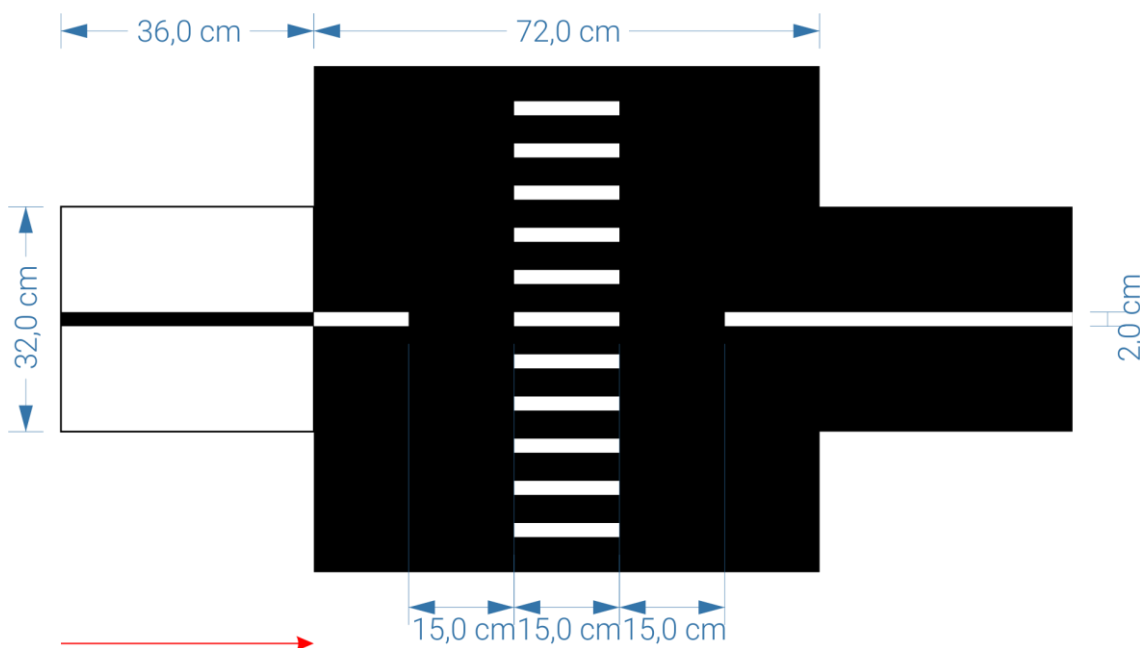

Figura 6. Faixa de pedestres.
c) O desafio da faixa de pedestres (Figura 6) será indicado com a ocorrência de uma inversão completa das cores da pista (a pista se tornará branca e a linha preta), com comprimento mínimo de 36,0 cm. Após a inversão a pista volta às suas cores normais (pista preta com linha branca). Haverá, então, uma interrupção de 15,0 cm na linha do percurso, antes e depois da ocorrência da faixa de pedestres em si. Concluirá este desafio o robô que parar antes da faixa de pedestres, com alguma parte do robô sobre a peça preta de 72,0 cm de comprimento, por, pelo menos, 5 (cinco) segundos.